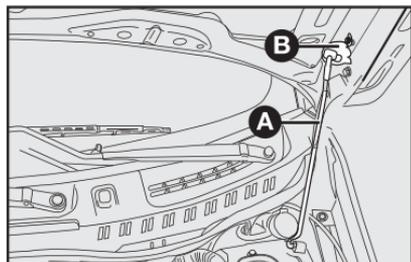

fig. 86
4) introduzir a extremidade da vareta **A** na abertura **B** do capô do motor fig. 86.
- 1) manter levantado o capô com uma mão e, com a outra, tirar a vareta **A-fig. 86** da abertura **B** e repô-la no seu dispositivo de bloqueio;